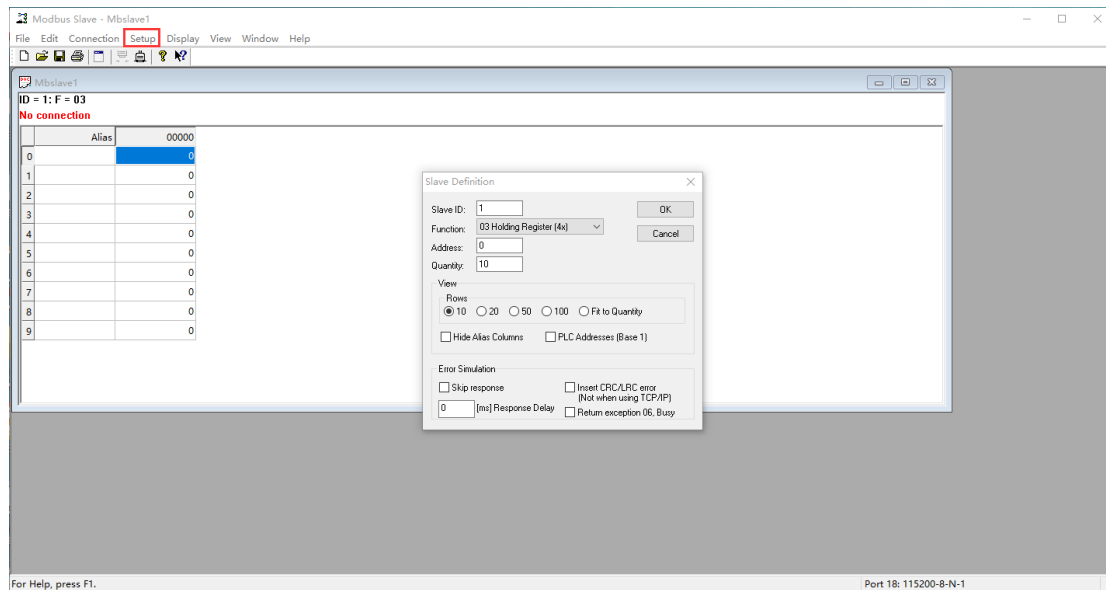

图 12-10 从机软件 MODBUS 协议设置
(4) 打开“Modbus Slave”工具，MODBUS 协议设置与“Modbus Poll”相同，选择功能码 3，如图 12-10 所示。